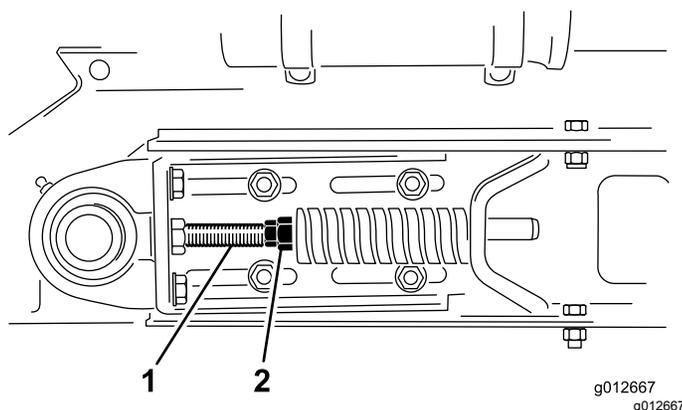

**Рисунок 23**
2. Снимите с цепи замыкающее звено и снимите цепь с маленькой звездочки (**Рисунок 23**).